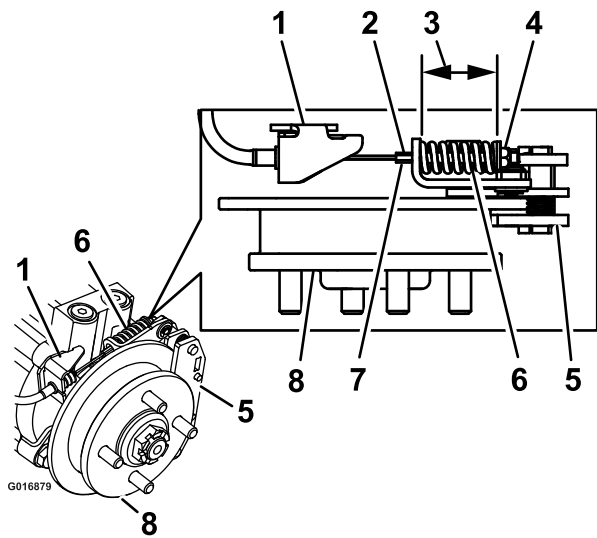

Bild 68
9. Halten Sie die Gewindestange mit einem Werkzeug fest und stellen Sie die Sicherungsmutter ein, bis die Federlänge zwischen 3,8 cm und 4,0 cm liegt, siehe Bild 68. Das Kabel darf sich nicht drehen, wenn Sie die Muttern lösen.